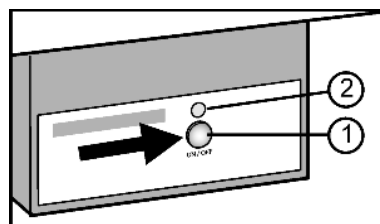

Fig. 22
- ▶ Нажмите и удерживайте кнопку On/Off Fig. 22 (1) так, чтобы светодиод Fig. 22 (2) загорелся.